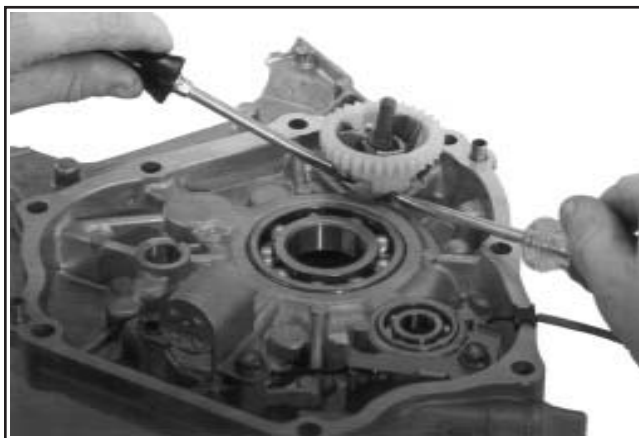

Figure 9-79. Dépose du réducteur du régulateur.
5. Retirer l'ensemble d'engrenage/volant du régulateur en appliquant avec précaution une pression vers le haut avec deux petits tournevis entre l'engrenage et les bossages de la plaque de fermeture. Ceci délogera la bague de maintien de la rainure, ce qui permettra de retirer les composants d'engrenage et de montage en tirant vers le haut. Ne pas forcer contre la surface du joint. Noter l'emplacement et l'ordre de toutes les pièces. Voir la figure 9-79.